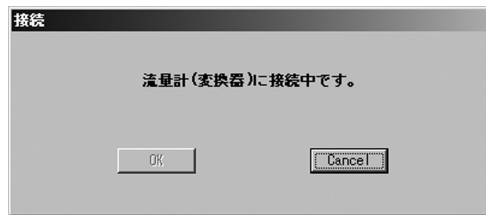

図9
- ⑦ 「OK」ボタンをクリックし、接続を開始すると図9のようなメッセージボックスが現れます。